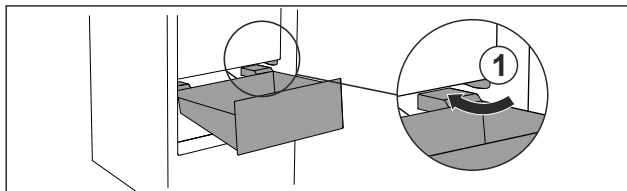

Fig. 94
- Zásuvku ved'te šikmo podél zářezů Fig. 94 (1).